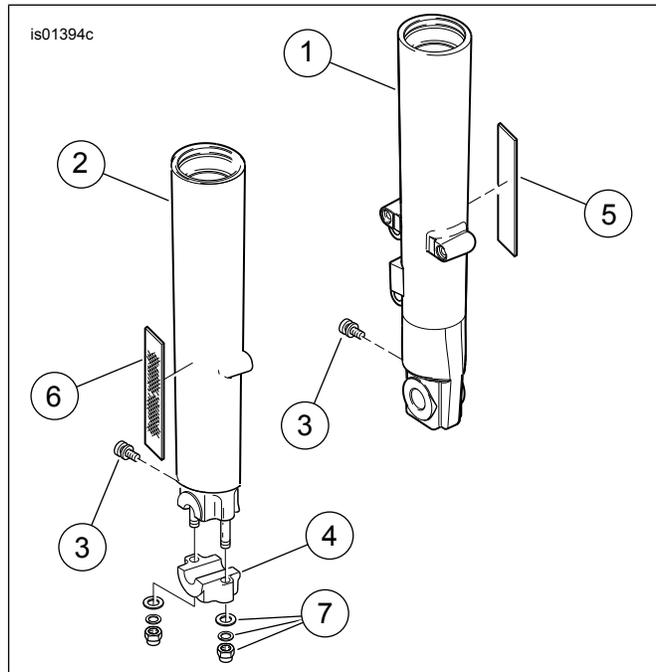
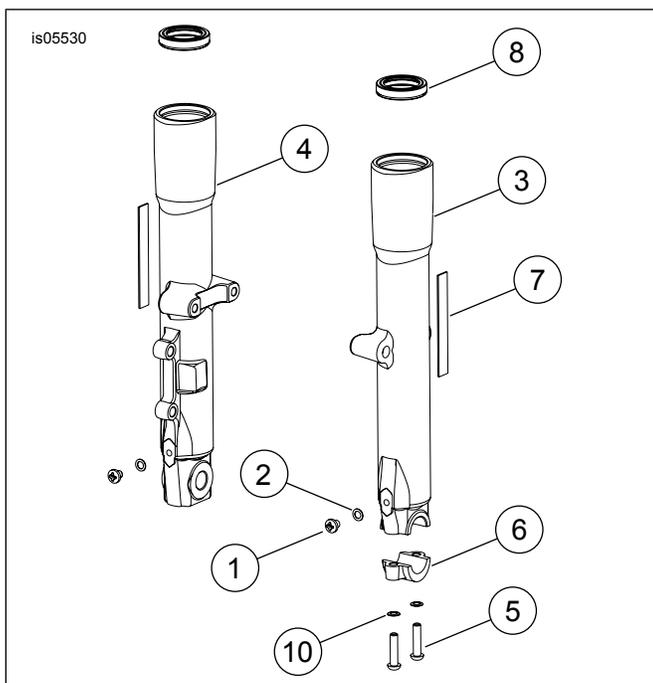

Figura 2. Peças de reposição: Tubos externos cromados – modelos antigos
Figura 3. Peças de reposição: kits de tubos externos cromados – modelos recentes
Veja a Figura 2, a Tabela 1, a Figura 3 e a Tabela 2.
5. **Para os modelos ano 2000 e posteriores, EXCETO Touring:** veja a Figura 1. Usando um pedaço de fio dental (ou material semelhante) com um movimento para frente e para trás, solte o refletor do tubo externo do garfo em ambas as extremidades. Gire o refletor de um lado para o outro até que ele possa ser removido. Guarde os refletores para uso futuro. Veja a Figura 2. Repita o procedimento para o tubo externo do garfo do outro lado. Retire qualquer excesso de adesivo de ambos os refletores. A superfície deve estar limpa para a instalação.
- Modelos mais antigos com garfos de 39 mm (veja Figura 2): aperte com torque de (1,5-1,9 N·m) 13-17 **lb·pol.**
- Modelos mais antigos com garfos de 41 mm (veja Figura 2): aperte com torque de (5,8-8,8 N·m) 52-78 **lb·pol.**
- Modelos posteriores (veja Figura 3): aperte com torque de (5,8-8,8 N·m) 52-78 **lb·pol.**